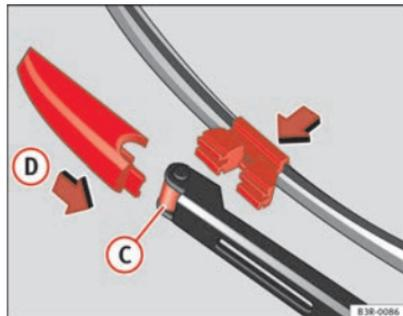

Fig. 171 Colocar la escobilla
- Coloque la escobilla nueva en el alojamiento del brazo del limpiaparabrisas ⇒ fig. 171 (C).
- Desplace el elemento de bloqueo de la escobilla en la dirección de la flecha (D) hasta que se perciba que encastra en el brazo del limpiaparabrisas.